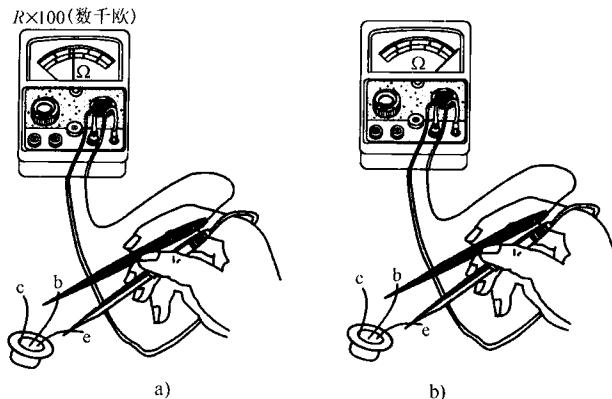

图 1-11 NPN 管、PNP 管的判别
(2)三极管类型的判别:在判定基极的过程中,若两次测得的阻值都较小,则管子为 NPN 型,反之为 PNP 型,其操作过程如图 1-11 所示。